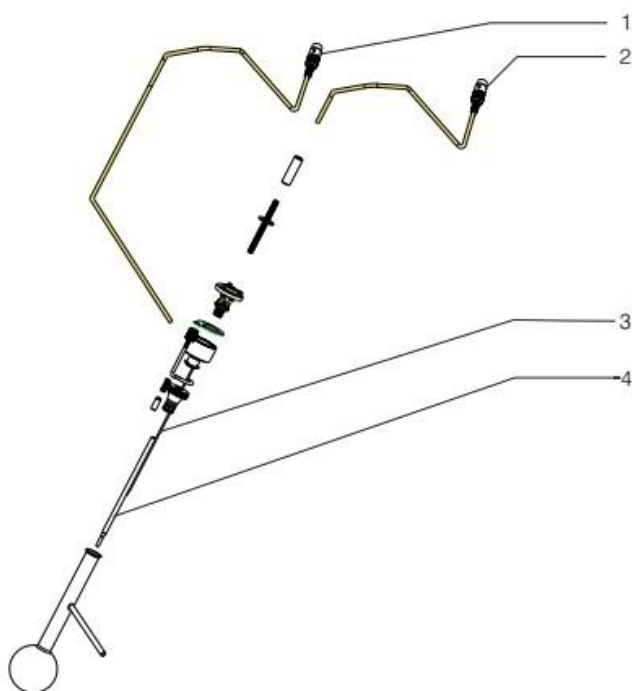

图1-6
3.2.2、干点传感器与蒸汽温度传感器安装 如果测定干点，则找到干点传感和蒸汽温度传感器，首先将蒸汽温度传感器按图 1-6 所示装于干点传感器上；然后再将蒸汽温度传感器及干点传感器分别连接到仪器相应位置，如图 1-6 所示，最后在准备好油样后将干点传感器与蒸汽温度传感器如图所示装于烧瓶上，密封烧瓶。
如果试验测定干点，则在试验前首先要将蒸汽温度传感器插入仪器的“蒸汽”插孔处，干点传感器插入仪器的“干点”处。首先将蒸汽温度传感器按图 1-6 所示装于干点传感器上；然后再将蒸汽温度传感器及干点传感器分别连接到仪器相应位置，如图 1-6 所示，最后在准备好油样后将干点传感器与蒸汽温度传感器装于装有油样的烧瓶上，密封烧瓶。